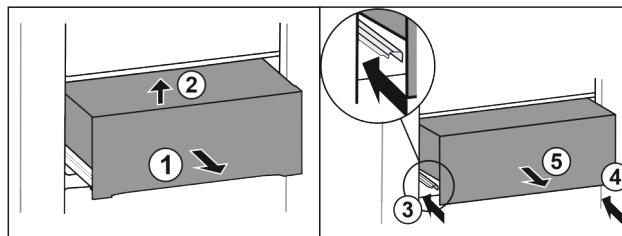

Fig. 43
- Vytiahnite zásuvku do polovice. Fig. 43 (1)
- Nadvhynite zásuvku vpred. Fig. 43 (2)
- Zasuňte ľavú koľajničku. Fig. 43 (3)
- Zasuňte pravú koľajničku. Fig. 43 (4)
- Odoberte zásuvku dopredu. Fig. 43 (5)